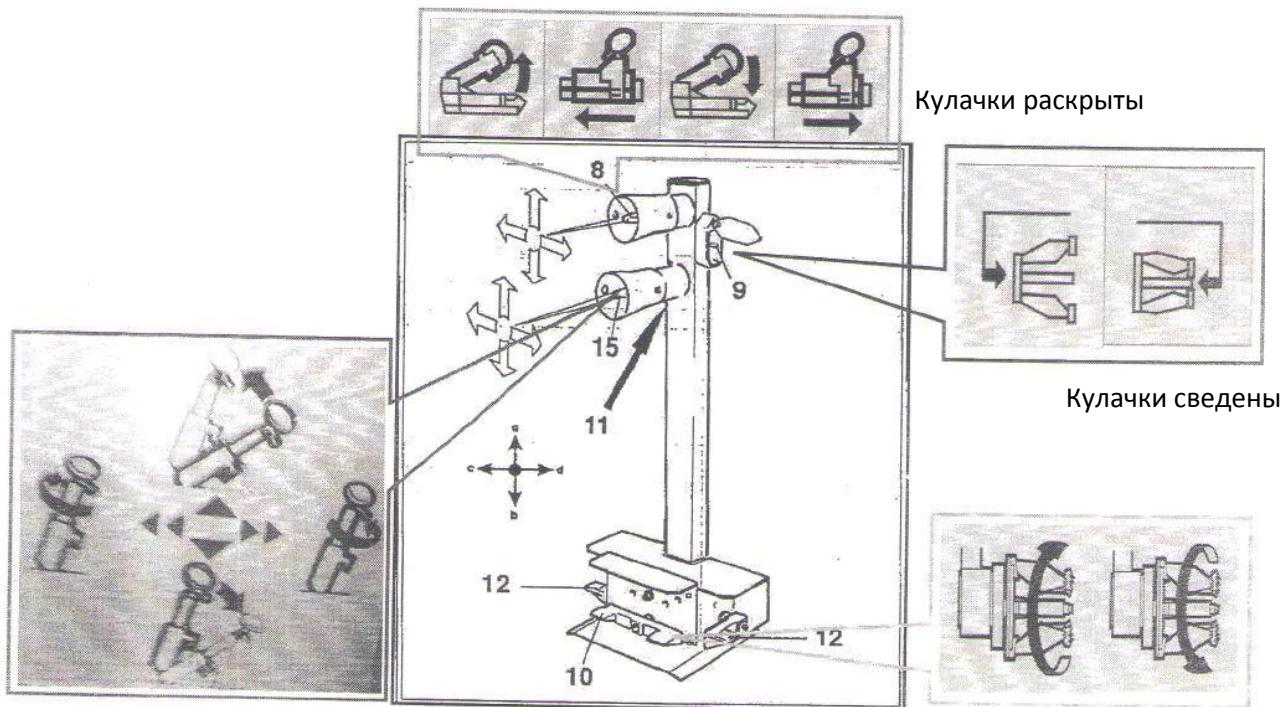
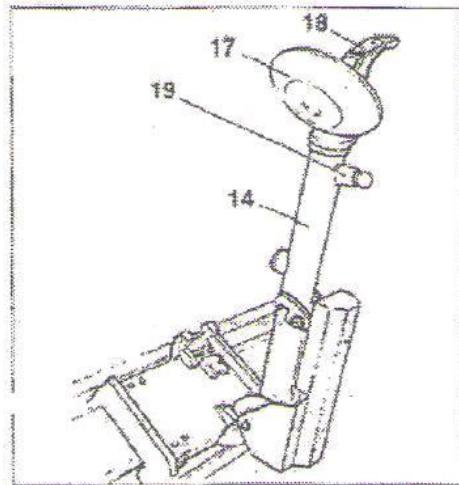

Рис. 6.2
Рис. 6.3
Подвижный пульт управления (рис. 6.2) позволяет оператору работать в любом положении относительно станка. Пульт оснащен следующими органами управления:
1. **Верхний рычаг управления (8, рис. 6.2)** в **положении а** поднимает держатель кулачкового зажима и в **положении б** опускает его. В **положении с** перемещает кулачковый зажим вправо и монтажную лапу влево (они оказываются рядом друг с другом), в **положении д** смещает кулачковый зажим влево и монтажную лапу вправо (теперь они расположены далеко друг от друга).
2. **Нижний рычаг управления (15, рис. 6.2)** в **положении а** перемещает монтажную лапу в нерабочее положение, в **положении б** перемещает лапу в рабочее положение. При перемещении в **положение с** поворачивает монтажную головку на 180 град. против часовой стрелки, при перемещении в **положение д** поворачивает монтажную головку в противоположную сторону и возвращает ее в исходное положение.
3. **Переключатель зажима (9, рис. 6.2)** в верхнем положении разводит рычаги самоцентрирующегося кулачкового зажима (**ФИКСАЦИЯ**), в нижнем положении сводит рычаги самоцентрирующегося кулачкового зажима (**НЕЗАФИКСИРОВАНО**).
4. **Педаль (10, рис. 6.2)** при нажатии с левой или правой стороны включает вращение зажима в направлении, указанном стрелкой на педали.
5. **Выключатель второй скорости (11, рис. 6.2)** при нажатии с педалью (10, рис. 6.2) включает высокую скорость вращения кулачкового зажима.
6. **Педали включения второй скорости вращения (12, рис. 6.2)** перемещают кулачковый зажим и монтажную лапу, каретку на высокой скорости.
- 1) Переместить нижний рычаг управления (15, рис. 6.2) вверх (а), монтажная лапа (14, рис. 6.3) должна повернуться в нерабочее положение.
- 2) Монтажная лапа займет нерабочее положение, при перемещении верхнего рычага управления (8, рис. 6.2) вверх (а) держатель кулачкового зажима (2, рис. 3.1) должен подняться, при перемещении рычага управления вниз (б) держатель кулачкового зажима должен опуститься.
При перемещении верхнего рычага управления влево (с) держатель кулачкового зажима (2, рис. 3.1) перемещается вправо, а монтажная лапа (14, рис. 6.3) влево. Оба приспособления располагаются рядом друг с другом.
Повторить указанные операции (с и д), одновременно нажимая на одну из двух педалей (12, рис. 6.2). Вышеуказанные движения будут происходить на высокой скорости.
- 3) Повернуть рычаг переключателя (9, рис. 6.2) вверх: рычаги зажима (3, рис. 3.1) должны раскрыться. Повернуть рычаг вниз, рычаги зажима сводятся. Повторить указанные операции, одновременно нажимая на одну из двух педалей (12, рис. 6.2). Вышеуказанные движения будут происходить на высокой скорости.
- 4) Нажать правую педаль (10, рис. 6.2): зажим (3, рис. 3.1) начнет вращаться по часовой стрелке, при нажатии левой педали зажим вращается против часовой стрелки. Нажать на выключатель второй скорости (11, рис. 6.2) вниз и повторить указанные выше операции: зажим будет вращаться с повышенной скоростью.
- переместить переключатель зажима (9, рис. 6.2) в верхнее положение, чтобы развести рычаги кулачкового зажима;
- 5) Свести кулачки (22, рис. 3.1), сдвинуть колесо на подвижной опоре в направлении самоцентрирующегося кулачкового зажима. Привести в действие выключатель (9, рис. 6.2), чтобы раскрыть кулачковый зажим и зафиксировать обод колеса изнутри. Далее на рисунках приведены наиболее распространенные методы крепления колес.